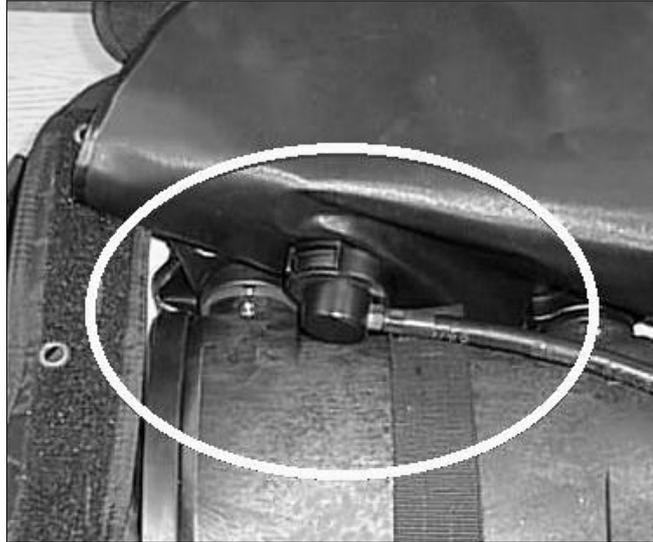

Abbildung 7: Sensorgehäuse einrasten
- Wenn das OXYgauge richtig kalibriert ist, setzen Sie den Rebreather weiter zusammen, indem Sie das Sensorgehäuse in die Öffnung stecken (siehe Abbildung 7). Wenn das Gerät nicht richtig kalibriert ist, muß es vor Gebrauch kalibriert werden. Drücken Sie den Knopf am Beutelanschluß und schieben Sie das Sensorgehäuse in die Öffnung bis Sie ein 'Klicken' hören. Überprüfen Sie den Anschluß.